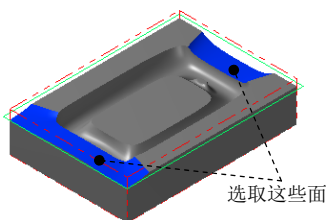

图 23.23 选取加工面
Step2. 选取加工面。在图形区中选取图 23.23 所示的曲面（共 6 个面），然后按 Enter 键，系统弹出“刀具路径的曲面选取”对话框；单击“刀具路径的曲面选取”对话框中的 按钮，系统弹出“曲面精加工平行铣削”对话框。